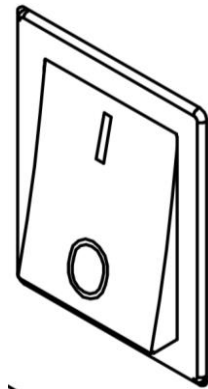

图 2-9 控制柜电源开关
**开机** 供电后，将翘板开关从“0”切换至“1”（参考图 2-9），启动控制柜，同时开关自带灯点亮，示教器启动。